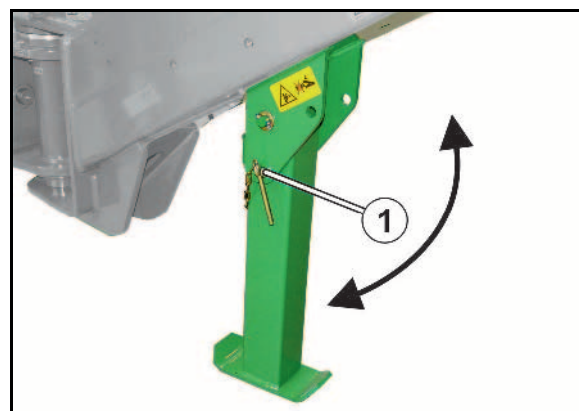

Fig. 56
- la commutation de voie de jalonnage bloque au niveau de la tête de distribution, via les clapets (Fig. 56/1), la distribution de semences vers les conduites de descente (Fig. 56/2) des socs jalonneurs
L'acheminement des semences aux socs jalonneurs est interrompu dès que le moteur électrique (Fig. 56/3) obture les conduites de descente de semences correspondantes (Fig. 56/2) dans la tête de distribution.
Un capteur (Fig. 56/4) vérifie si les clapets (Fig. 56/1), qui ouvrent et ferment les conduites de descente de semences (Fig. 56/2), fonctionnent correctement.